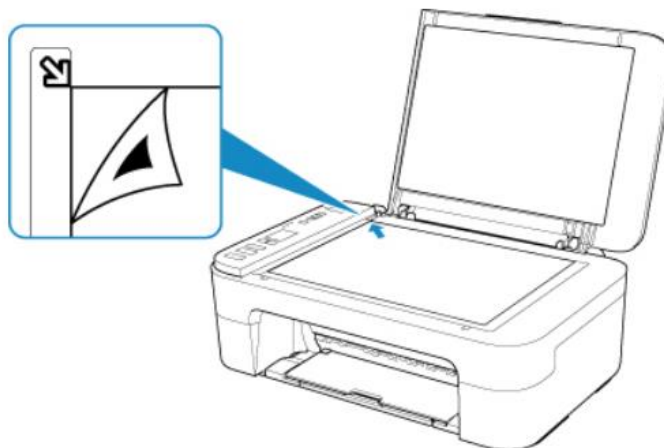

Рисунок 2.20 – Другий етап вирівнювання друкувальної головки
5. Покласти зразок для вирівнювання друкувальної головки на робочу поверхню ДРУКОВАНОЮ СТОРОНОЮ ВНИЗ і звести мітку у верхньому лівому куті аркуша з міткою вирівнювання (див. рис. 2.20).